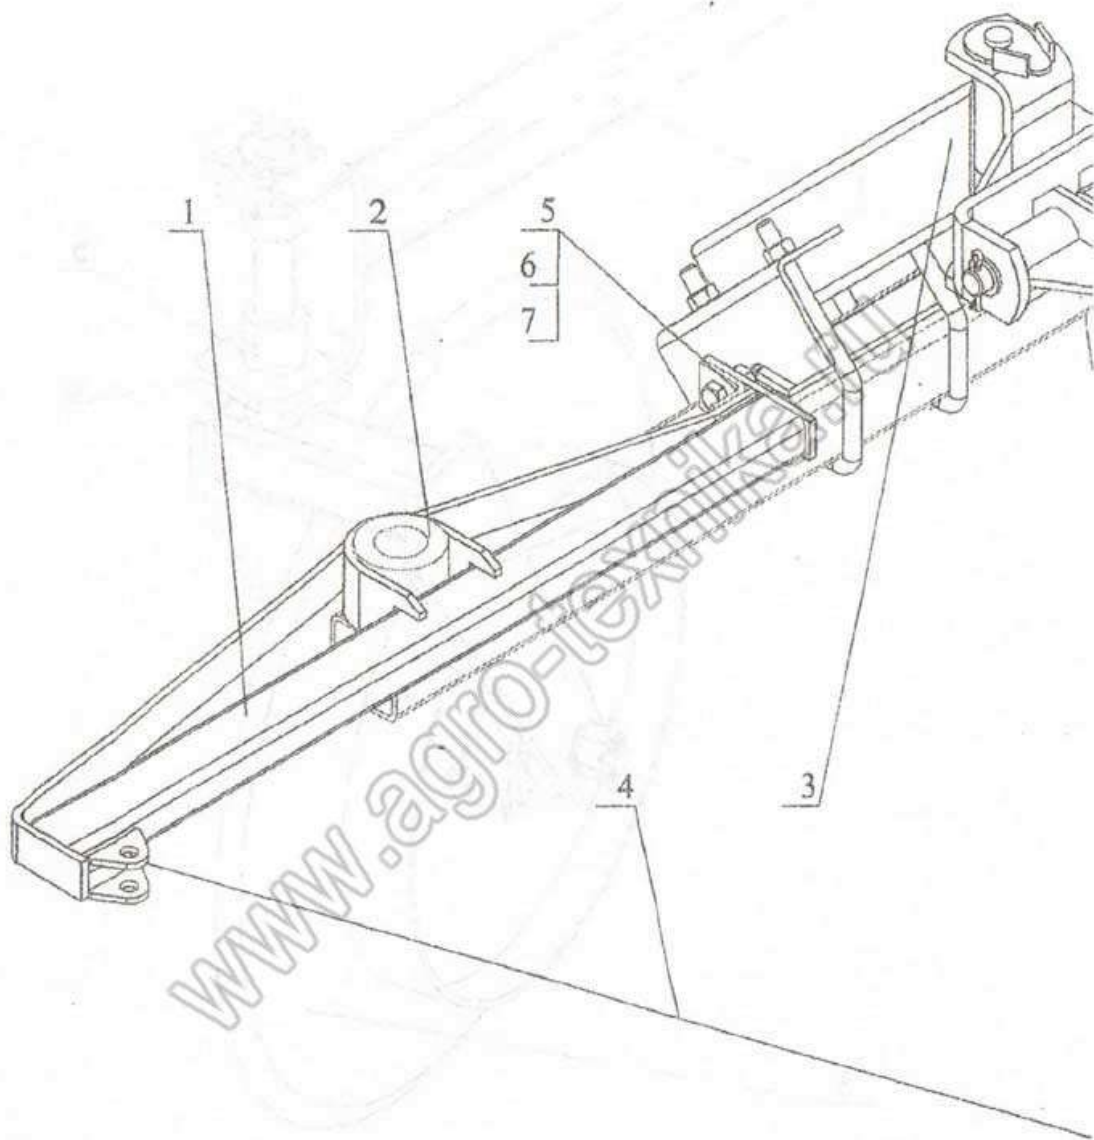

Рис.7 Установка кронштейна цепи.
2.5.4. Правая (левая) маркерная штанга в нерабочем положении удерживается тросом и цепной регулируемой растяжкой (или также тросом), а в рабочем положении - упором амортизатора, закрепленным в нужном месте на тросе. Кронштейны цепей 1 (рис.7) крепятся на балках (левой и правой) боковых секций сцепки на втулках и упорах (уголках).